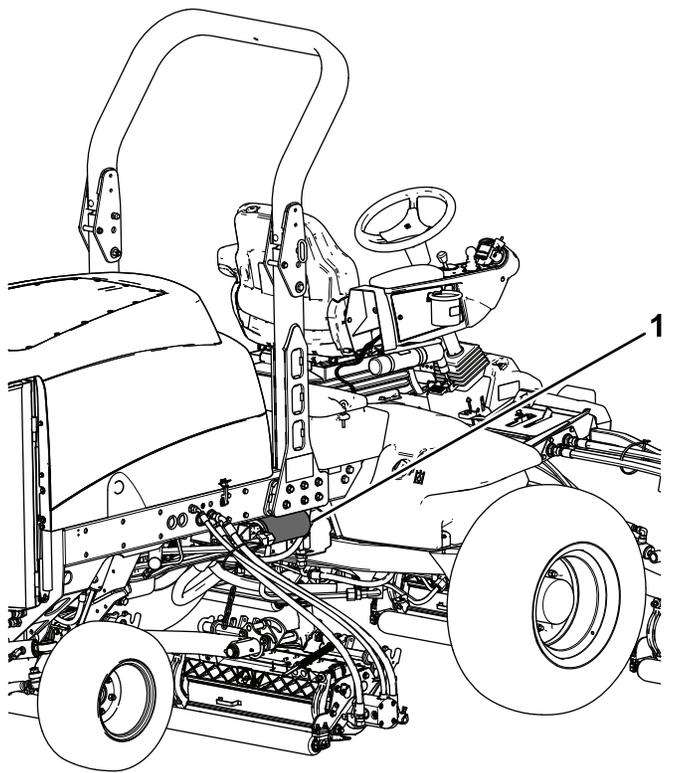

Figure 119
3. Placez un bac de vidange sous le filtre et déposez le filtre (Figure 118 & Figure 119).